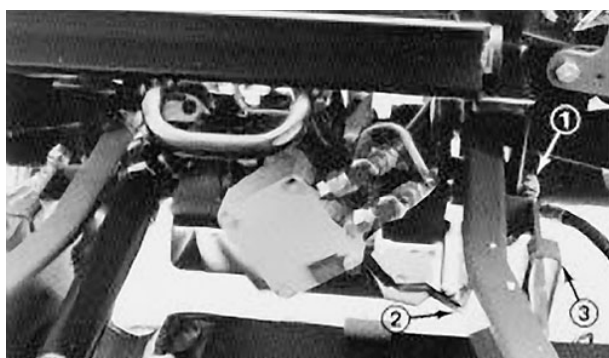

Figure 64
3. Débrancher les (3) tuyaux hydrauliques (raccords rapides) et le faisceau de câblage à l'arrière de l'unité (Fig. 64).
4. Enlever les goupilles fendues et les goupilles de hauteur de coupe qui fixent les sangles aux supports de hauteur de coupe sur l'unité (Fig. 64).